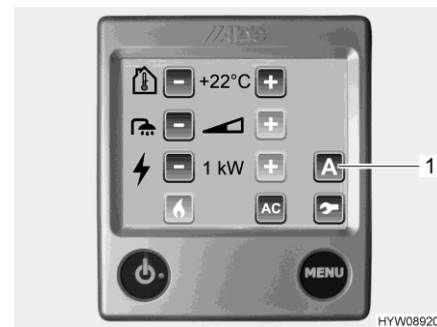

Fig. 182 Menu delle impostazioni (ventola aggiuntiva)
La ventola aggiuntiva viene azionata tramite la centralina di controllo (Fig. 182) del riscaldamento ad acqua calda.
- Premere il pulsante "A" (Fig. 182,1). Vengono visualizzate le funzioni.